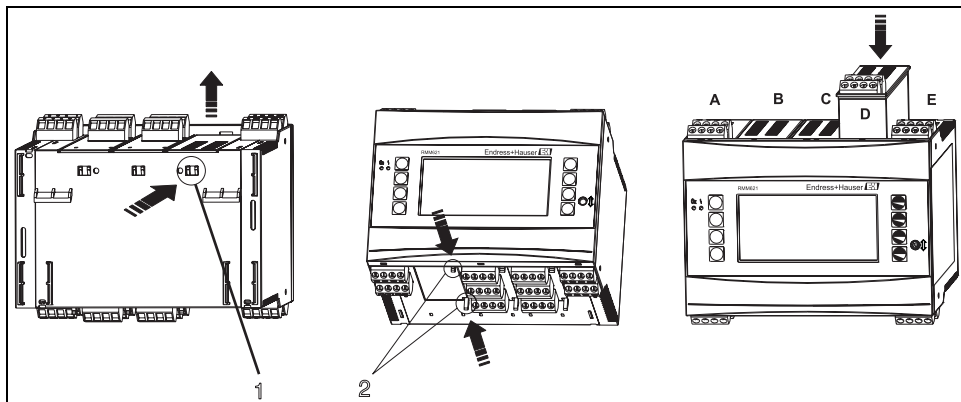

図 4: 拡張カードの取付 (例)
本装置には、様々な拡張カードを取り付けることができます。本装置では、拡張カードを取り付けるに当たって、最大 3 つのスロットを使用できます。本装置では、拡張カード用のスロットには、B、C および D (→ 図 4) というマークが付けられています。
2. 基本ユニットのスロット (B、C または D) からカバーを外します。そのためには、本装置の底面にある 2 つの留め金 (図 4、項目 2 を参照) を同時に押し、それと同時に、ハウジングの背面にある留め金 (図 4、項目 1 を参照) をドライバなどを使用して押し込みます。この時点で、基本ユニットからカバーを取り外すことができます。
3. 拡張カードを上方から基本ユニットに挿入します。本装置の底面と背面にある留め金 (図 4、項目 1 および 2 を参照) が所定の位置に納まるまでは、拡張カードは正しく取り付けられていません。基本ユニットと同様に、拡張カードの端子も、入力端子が上面にあり、接続端子が前方を向くようにしてください。